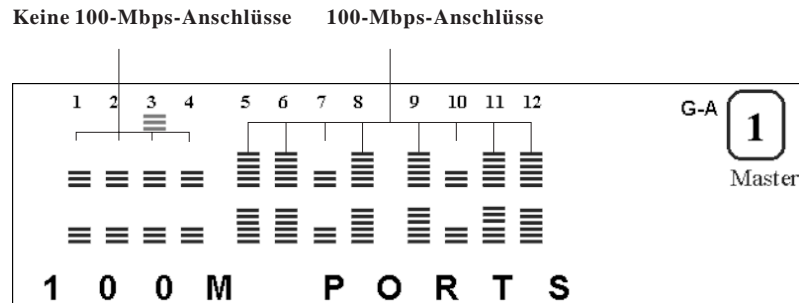

Abbildung 37. Status der 100-Mbps-Anschlüsse
4. Im Nachrichtsbereich wird die Bezeichnung des jeweiligen Anschlußstatus angezeigt. Drücken Sie die Taste **SCROLL**, um den nächsten Status der Anschlüsse anzuzeigen. Abb. 37 auf Seite 43 zeigt die Anschlüsse, die als 100-Mbps-Anschlüsse an Hub 3 konfiguriert sind.